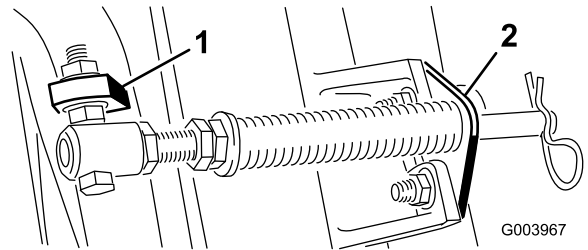

Bild 6
Hinweis: Positionieren Sie den Schraubenkopf zur Außenseite der Nase, wie in Bild 6 abgebildet.
- D. Montieren Sie die Stangenhalterung mit den Schlossschrauben und Muttern an den Schneideinheitnasen (Bild 6).